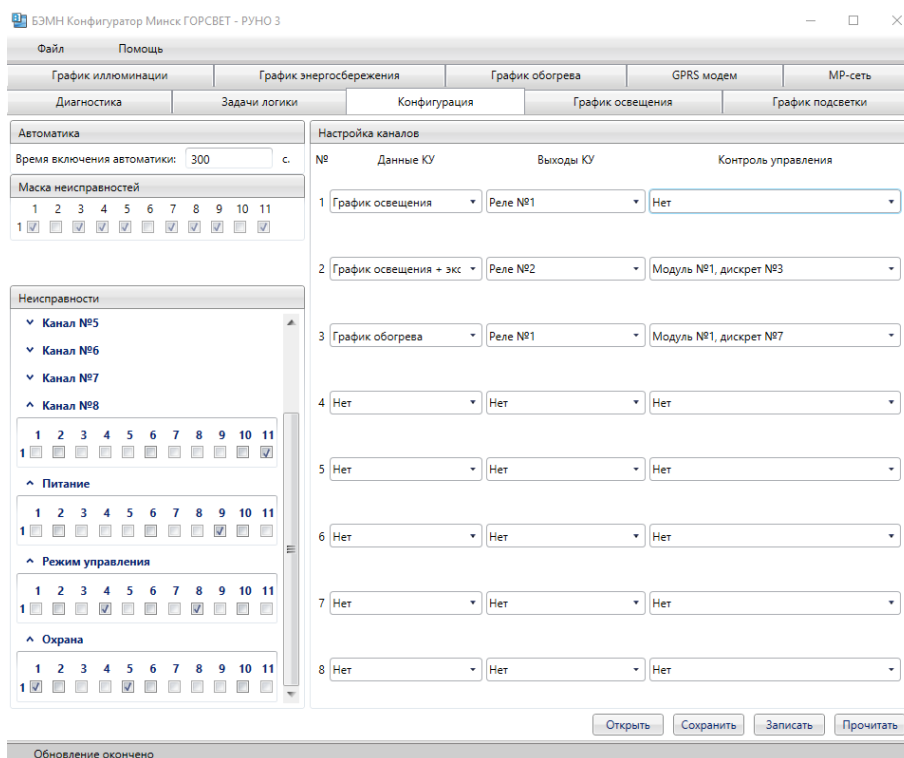

Рисунок 5.10 - Окно «Конфигурация» в БЭМН конфигураторе РУНО 3
Автоматический возврат из режима ручного управления в автоматическое управление происходит при потере связи РУНО 3 с ПК по USB интерфейсу (или по GSM каналу в САКУ СНО), по истечении времени, установленного в области «Автоматика» окна «Конфигурация» (см. п. 5.4, рисунок 5.10).
5.4 В окне вкладки «КОНФИГУРАЦИЯ» имеется возможность прочитать, сохранить и записать конфигурацию РУНО 3 (рисунок 5.10).